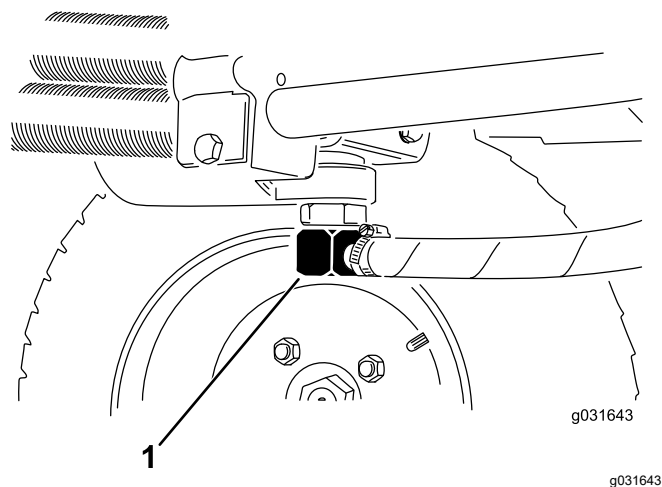

Figura 65
2. Desconecte el tubo hidráulico o retire el filtro hidráulico y deje fluir el aceite hidráulico en un recipiente apropiado (Figura 67 y Figura 65).
3. Vuelva a colocar el tubo cuando el aceite hidráulico se haya drenado (Figura 65).